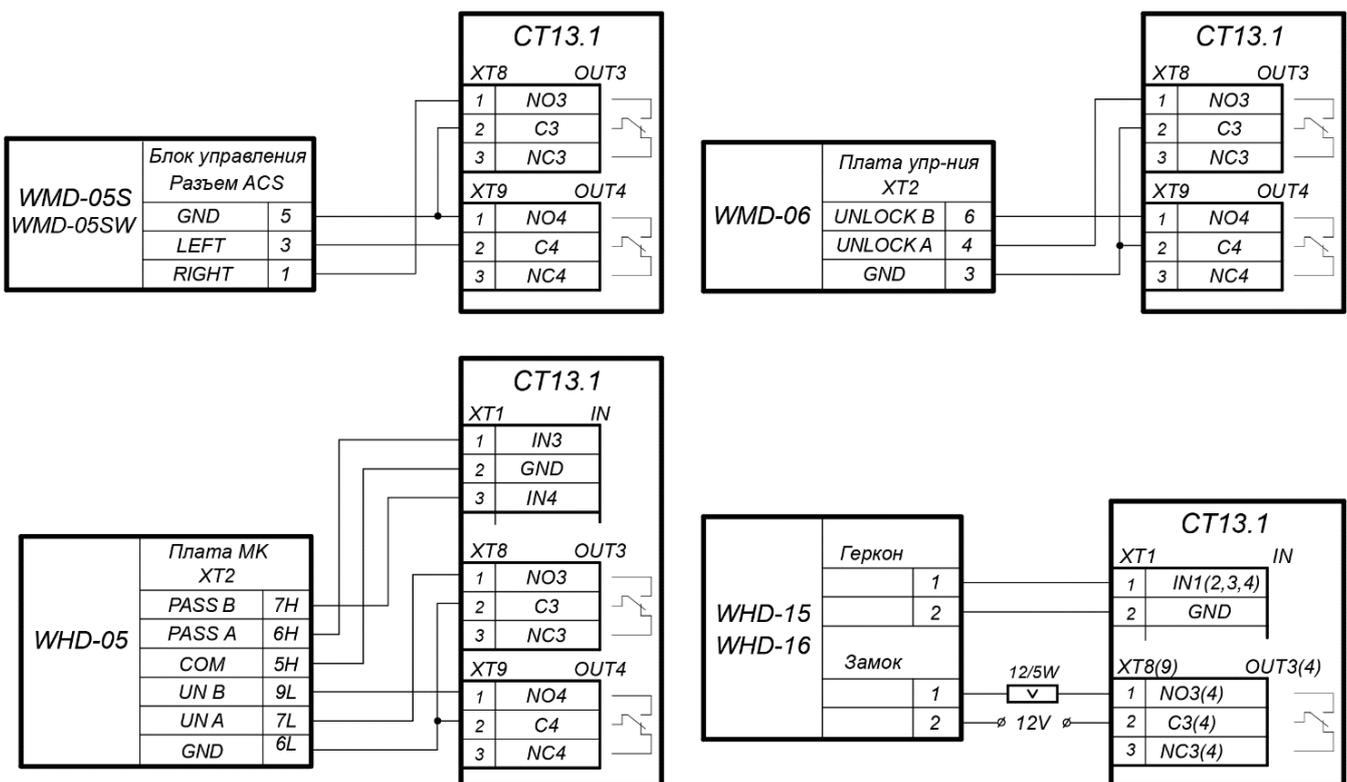

Рисунок 16. Схемы подключений калиток
- Дополнительный турникет или калитка (ИУ №2) подключается к клеммным колодкам **XT1**, **XT8**, **XT9** нижней платы контроллера в соответствии со схемой для данного типа изделия (см. рис. 16, 17).